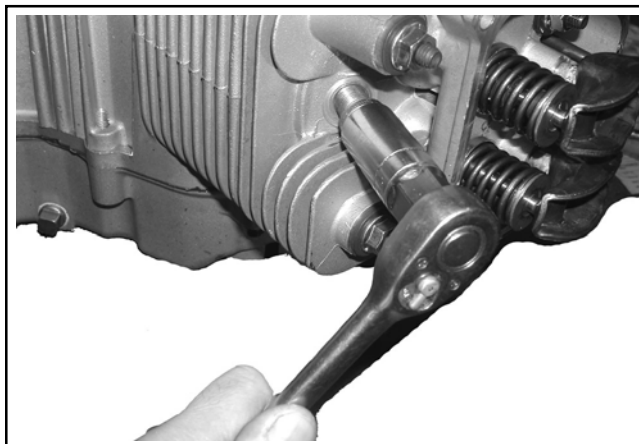

Figura 9-35. Rimozione delle candele.
1. Rimuovere la candela da ogni testata. Vedere Figura 9-35.